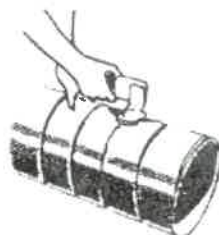

Fig. 3.
- 2 - de spiraalkoker doorboren en er de kop van de metaalschaar insteken - fig 3